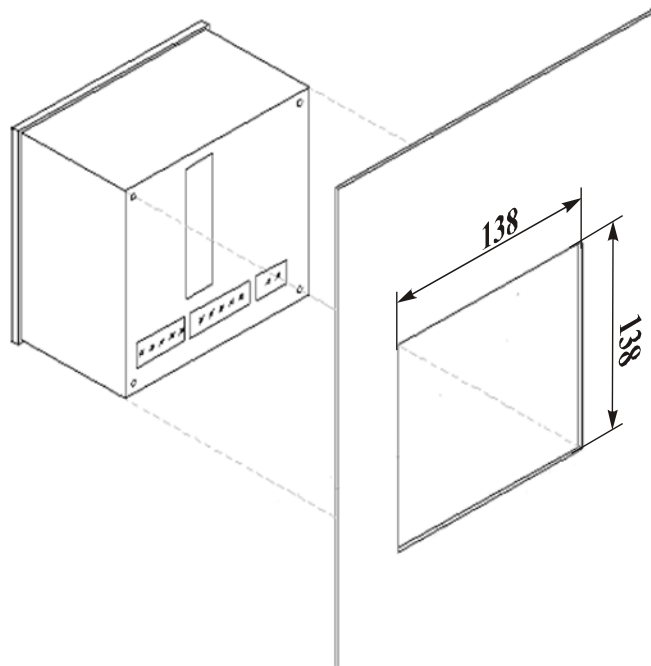

Рис. 2.1
1. Выберите место на лицевой панели щита для установки прибора. Вырежьте в панели квадратное отверстие размером 138 × 138 мм для установки прибора (рис. 2.1).